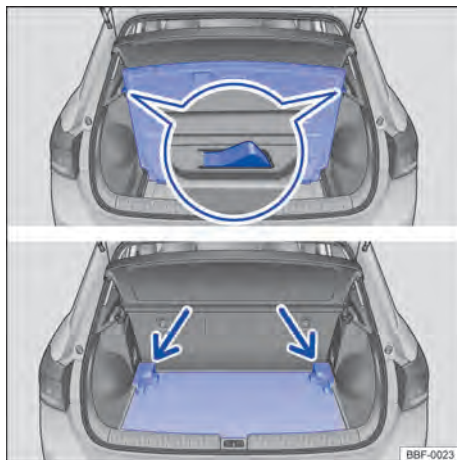

Fig. 146 En el maletero: regular la altura del piso del maletero.
- Levantar el piso del maletero y tirar de él hacia atrás sacando dos guías en los costados del maletero → fig. 146 A.
- Levantar el piso del maletero y empujar hacia abajo, hacia la guía → fig. 146 B (flechas).